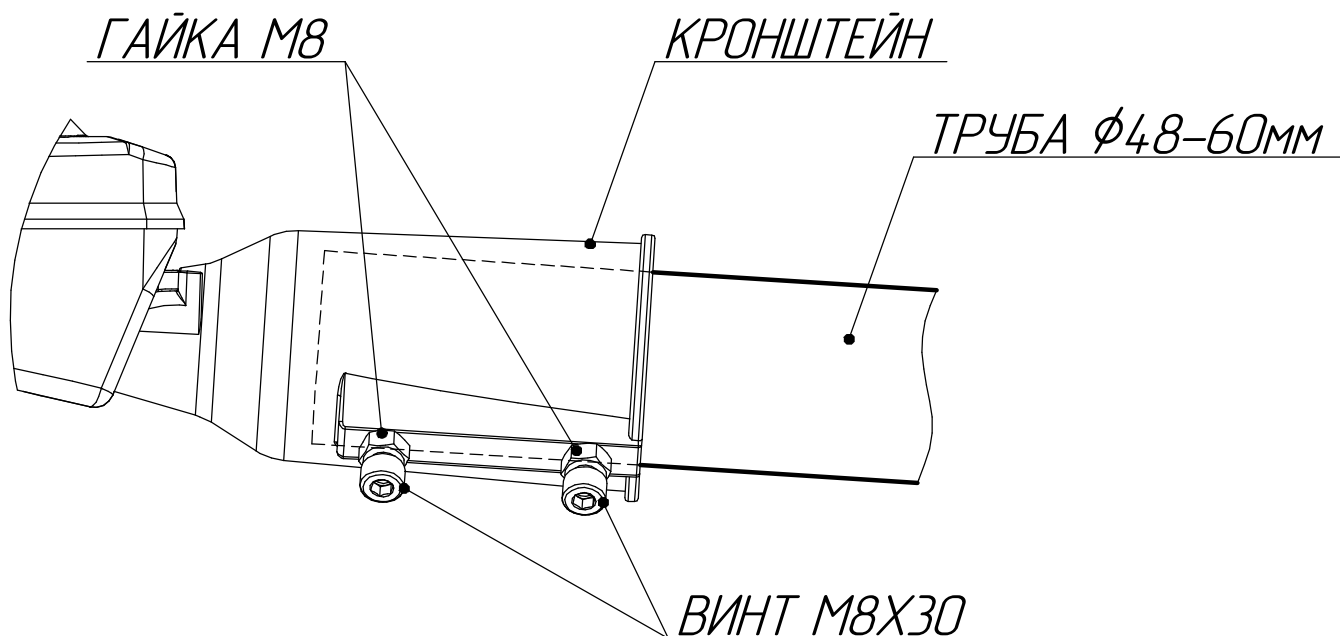

Рисунок 5 - Крепление светильников серии ДКУ64 Premier на трубе.
5.4 Установите светильник в рабочее положение и затяните винты М8. Для обеспечения надежного крепления светильника, винты М8 должны быть затянуты с усилием не менее 17 Н·м. Затем законтрагайте винты М8 гайками М8 (см. рис.5).